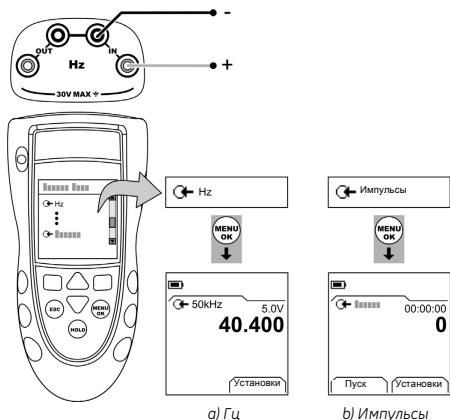

Рисунок 1: Пример конфигурации – Измерение Гц или подсчет импульсов
1. Подключите прибор (Рисунок 1) и, при необходимости, отрегулируйте *Настройка* (Таблица 1).